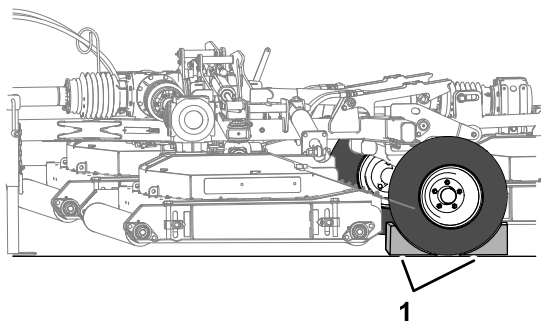

Figura 24
7. Fissate entrambi gli pneumatici del tosaerba con zeppe (Figura 24).